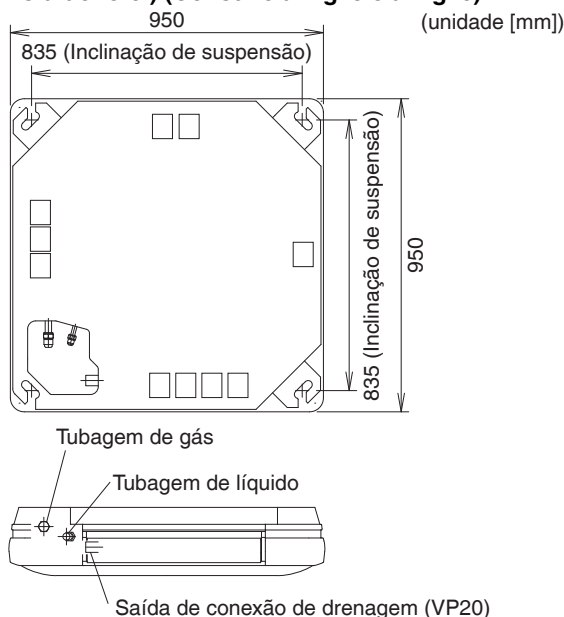
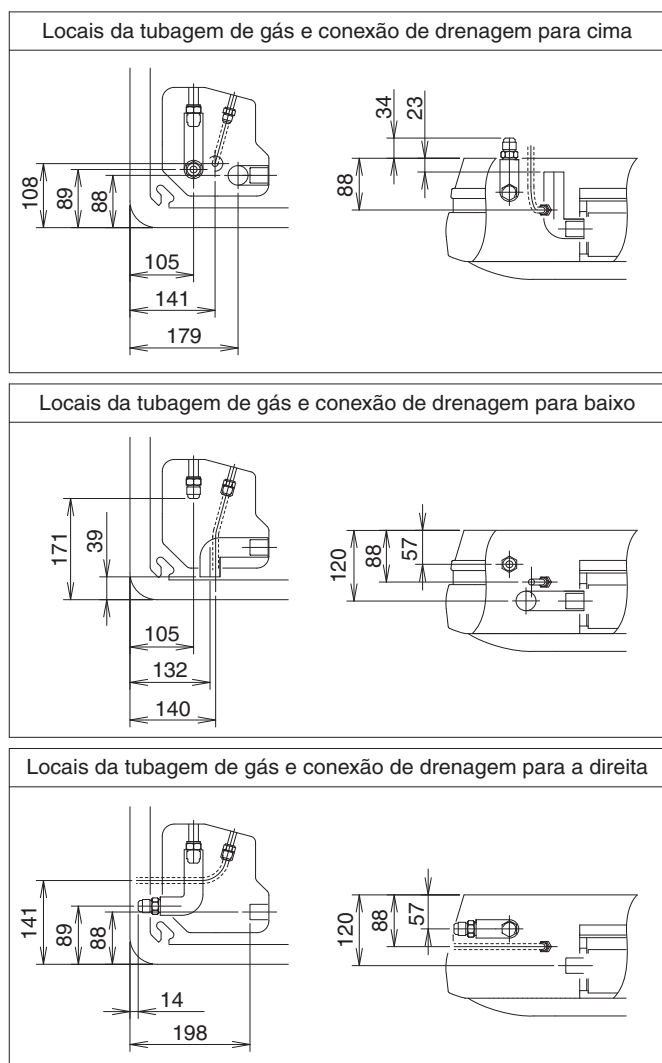

Fig. 5
Fig. 6
- (1) Verifique as localizações dos parafusos de suspensão da unidade interior, orifícios de saída das tubagens, orifício da saída das tubagens de saída e o orifício da entrada das ligações elétricas. (O diagrama mostra a vista do teto.) (Consulte a Fig. 5 e a Fig. 6)